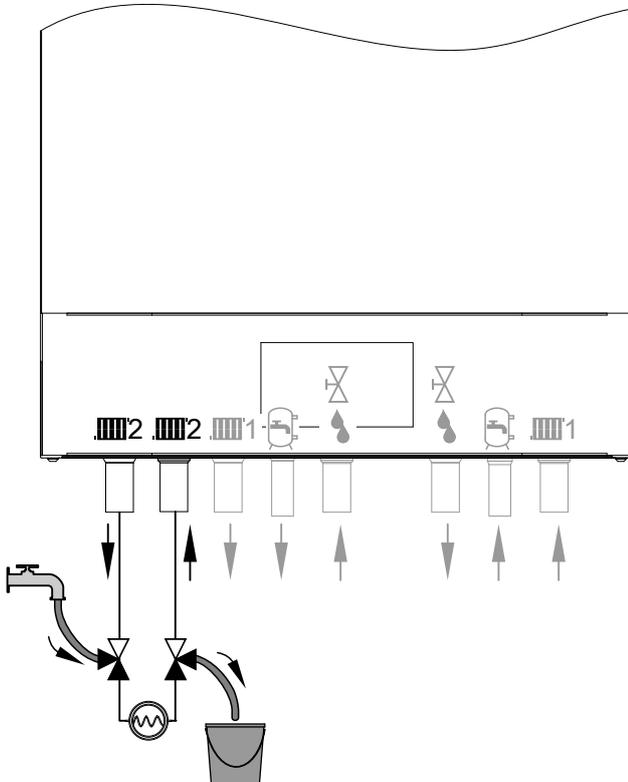

Abb. 63
4. 3-Wege-Kugelhähne im Vor- und Rücklauf Heiz-/Kühlkreis 2 gemäß Abb. 63 öffnen. Heizwasser über den Befüllschlauch einströmen lassen.